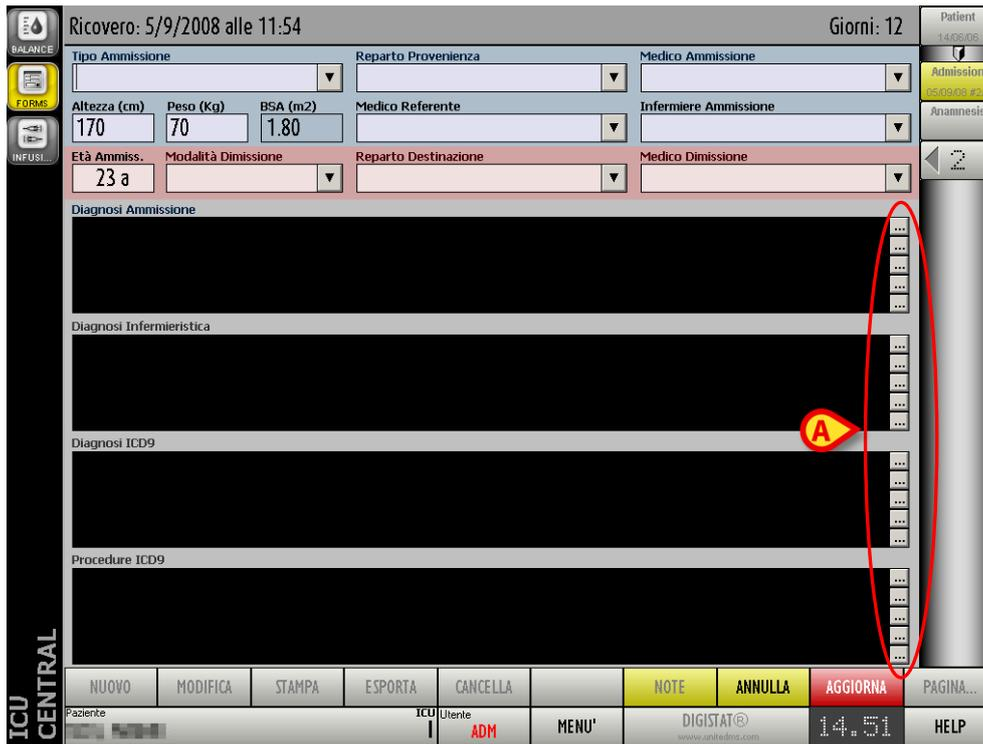

Fig 66
1. cliccare il pulsante **Modifica** sulla barra comandi (Fig 65 A). La scheda cambierà nel modo mostrato in Fig 66. Si noti, in particolare, l’attivazione dei pulsanti specifici che permettono di lanciare “Codefinder” (Fig 66 A).